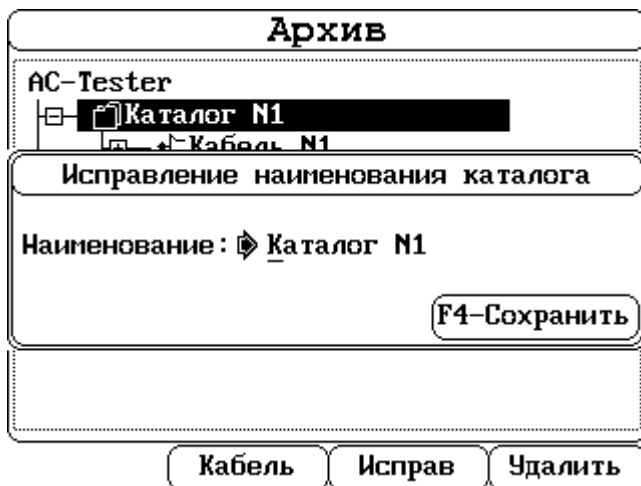

Рис. 3.47 Исправление наименования каталога
Редактирование осуществляется так же как при создании нового каталога, подробнее см. рис. 3.41, рис. 3.47.
1) *Редактирование параметров объекта измерения* осуществляется нажатием клавиши «F3»–«Исправ». Редактирование происходит так же как при создании объекта измерения (см. рис. 3.43, рис. 3.47).